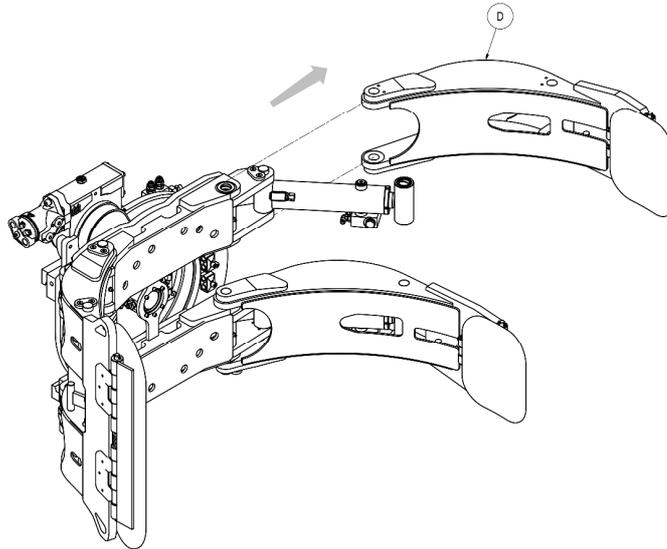

Figura 2
2. Retirar el equipo del carro por los puntos de agarre indicados en la figura 2;
3. Asegurar el equipo mediante los puntos de agarre indicados en la figura 2;
4. Con la llave correspondiente, desenroscar los tornillos «B» y extraer el perno «A» como se indica en el detalle A Figura 2 y detalle B Figura 2. En detalle se indica el perno de fijación del cilindro superior a la estructura fija. Realizar la operación también en las otras mordazas presentes.